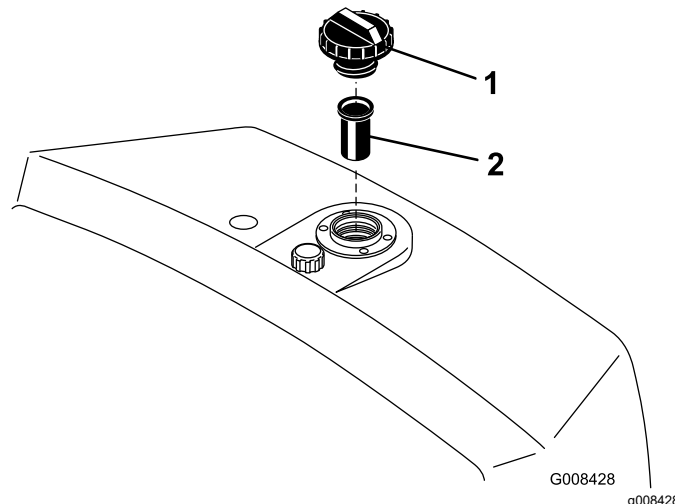

Figura 49
2. Retire a tampa do reservatório e verifique o nível do fluido. O fluido deve chegar à parte inferior do filtro no tubo de enchimento (Figura 49).